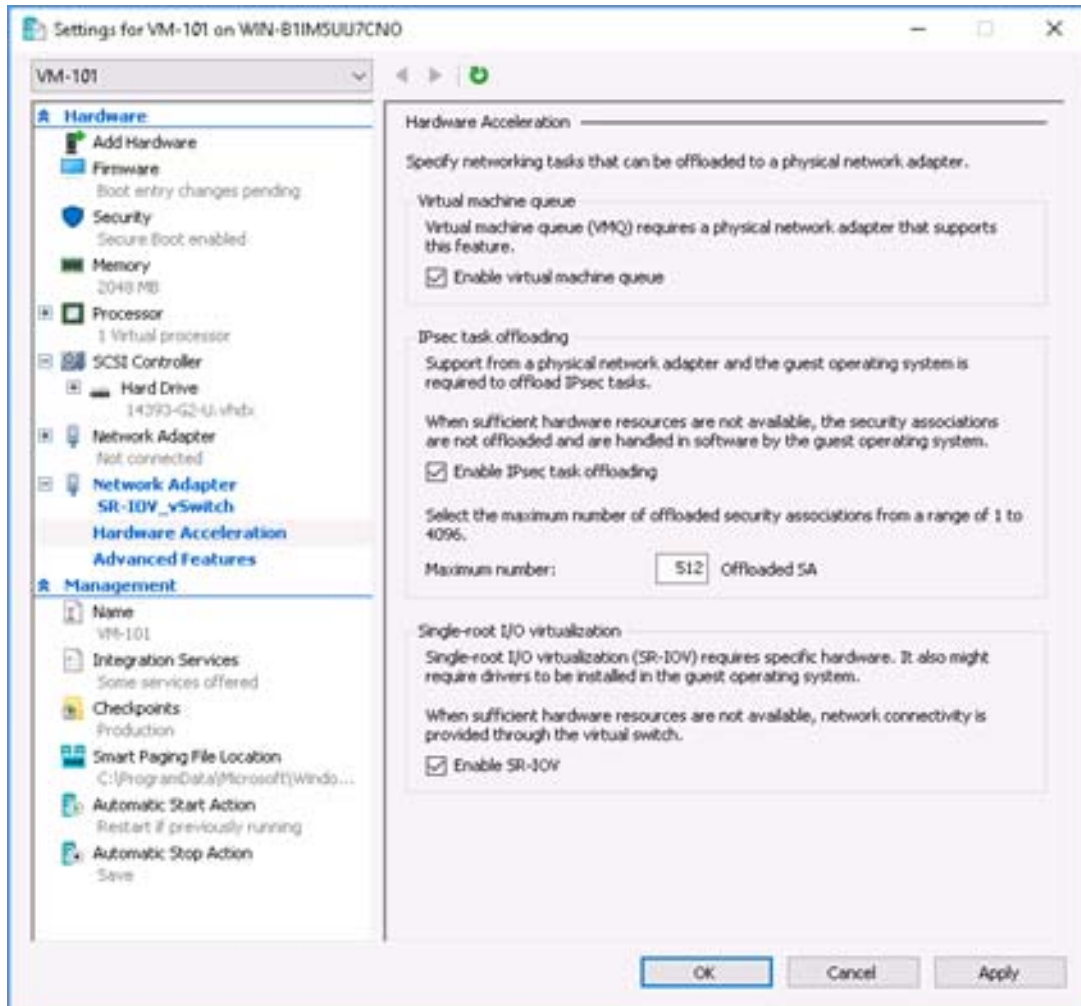

Figura 8-5. Setting for VM (Configuración de VM): Activar SR-IOV
12. Para crear una máquina virtual (VM) y exportar la función virtual (VF) a la VM:
- d. En el cuadro de diálogo Settings for VM <VM_Name> (Configuración de VM <Nombre_MB>) (Figura 8-5), en la página Hardware Acceleration (Aceleración hardware), en **Single-root I/O virtualization** (Virtualización de E/S de raíz única), seleccione la casilla de verificación **Enable SR-IOV** (Activar SR-IOV) y, finalmente, haga clic en **OK** (Aceptar).